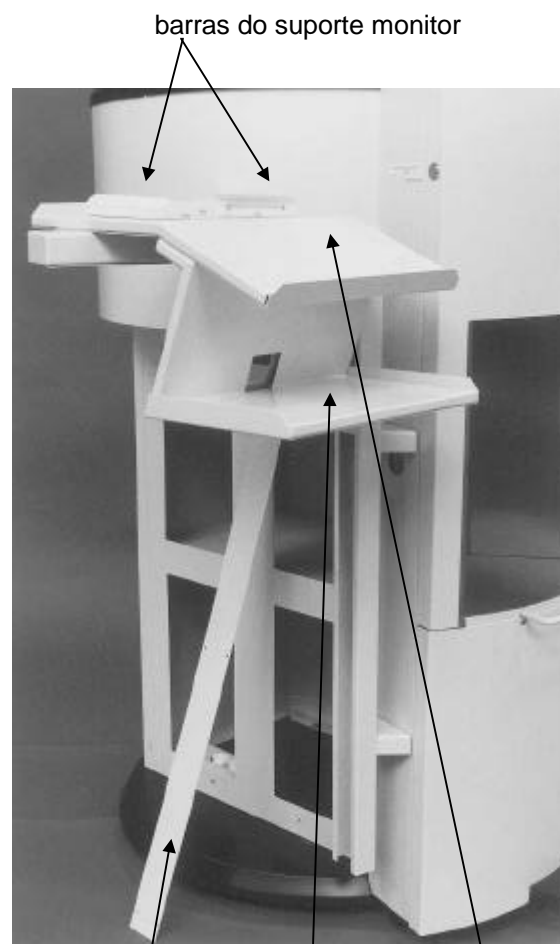

figura 7
- Ajuste as barras do suporte do monitor (ver figura 7) para a medida certa e aperte-as.